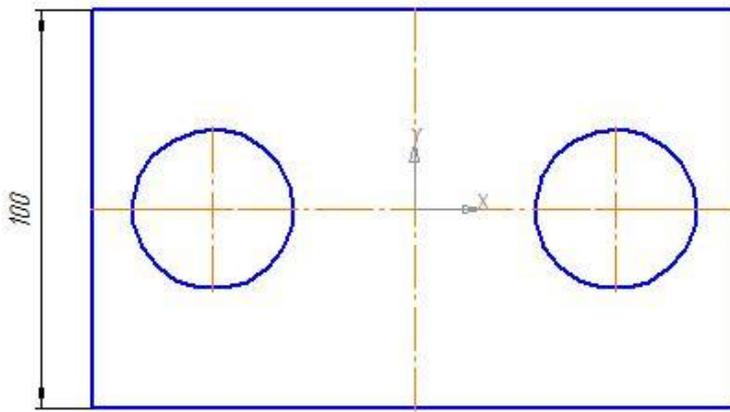

Рис. 13
- укажите положение размерной линии – 3. Щелчком ЛКМ задайте ее положение(рис. 13);